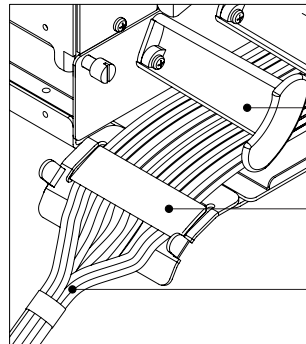

Figura 11A
2. Después de la instalación de todos los cordones, fíjelos en la salida del Sub-Rack utilizando el Velcro doble cara. (ver figura 11A).